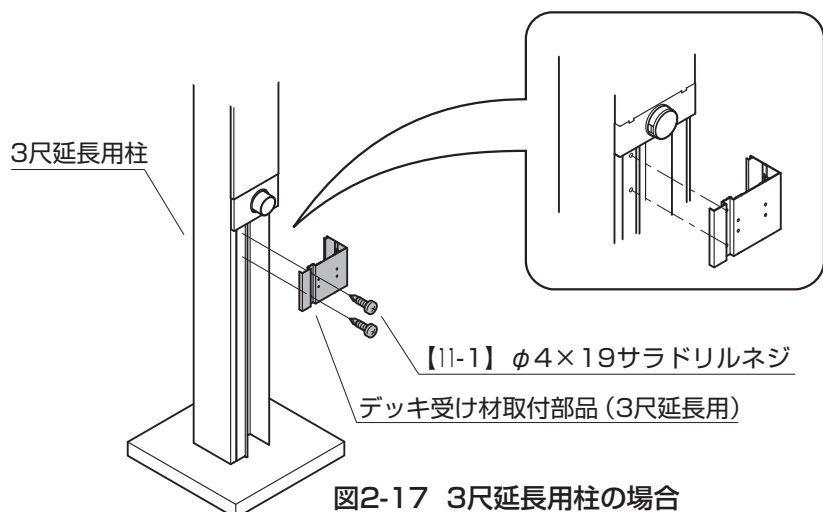

図2-17 3尺延長用柱の場合
- 3尺延長柱はF.L.下正面の穴位置とデッキ受け材取付部品(3尺延長用)正面のくぼみの穴位置を合わせてください。(図2-17参照)